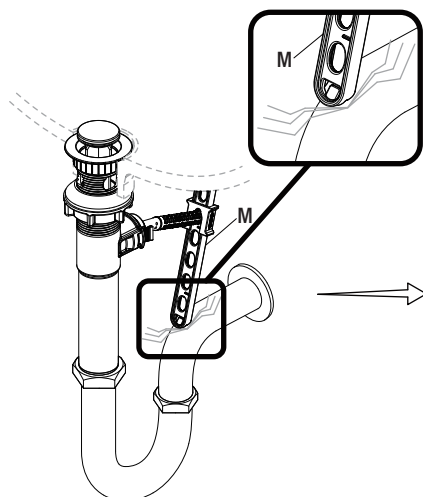

Fig. 1
- Si la presilla de la varilla de elevación (M) interfiere con tu instalación, como se muestra en la Fig. 1, la presilla de la varilla de elevación (M) puede recortarse.